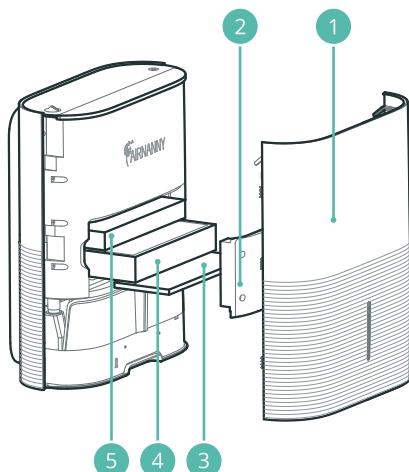

Рис. 21
Очистка префильтра (п. 3, рисунок 21): при его постоянной работе в режиме рециркуляции, производится не ранее одного раза в месяц. Очищение префильтра можно производить с помощью пылесоса и промывания водой. После очищения необходимо тщательно высушить префильтр. Высущенный префильтр готов к дальнейшей эксплуатации.
Замена фильтров HEPA H11 (п. 4, рисунок 21), HEPA H13 BabyCare (п. 4, рисунок 21) и Cellular Active CARBON (п. 5, рисунок 21) осуществляется не реже одного раза в год.
1. Снимите лицевую панель (п. 1, рисунок 21);
2. Снимите сервисную панель (п. 2, рисунок 21);
3. Извлеките из корпуса устройства все отработанные фильтры (п. 4 и 5, рисунок 21);